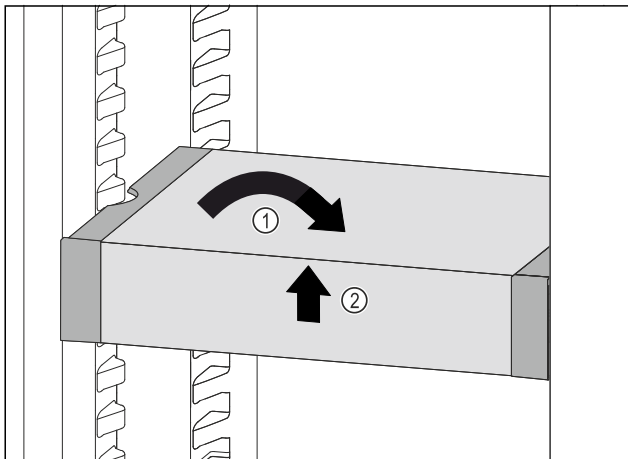

Fig. 123
- ▶ Coloque el VarioSafe en posición recta. Fig. 123 (1)
- ▶ Levante el VarioSafe por delante. Fig. 123 (2)